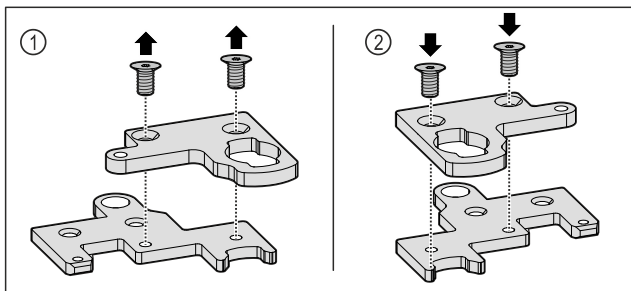

Fig. 35
- Szerelje ki a kétrészes zsanért. Fig. 35 (1)
- Szerelje vissza a kétrészes zsanért 180°-kal elforgatva. Fig. 35 (2)